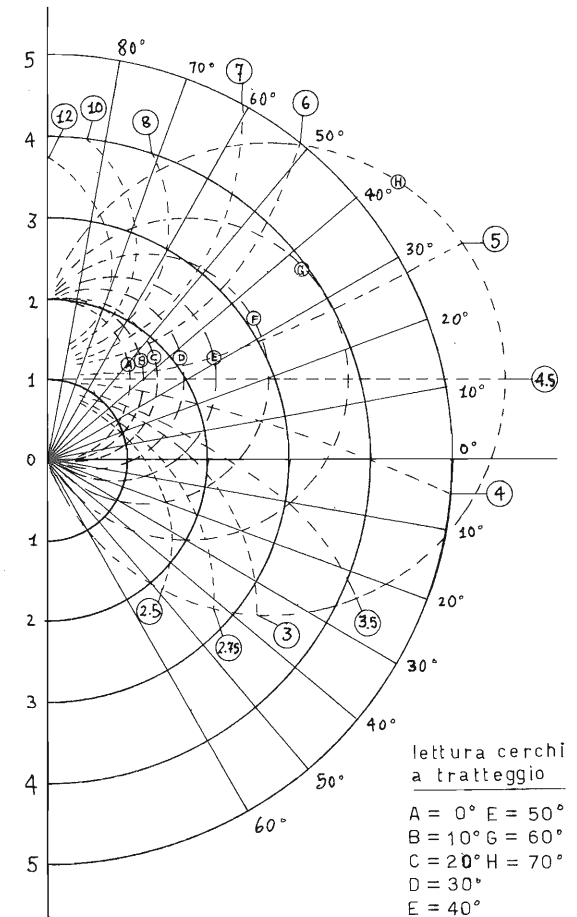

figura 3 - Grafico per il calcolo dell'impedenza di ingresso del filtro
La procedura non è però terminata; dobbiamo adesso ricavare l'impedenza d'ingresso del filtro caricato, e per questo ci serviremo del grafico di figura 3. Occorre innanzitutto introdurre Z, le linee radiali a tratto continuo servono a questo; quindi introdurre il rapporto
La lettera cerchiata corrisponde invece secondo la tabella riportata in figura 3 a Z_{in}, argomento dell'impedenza del filtro caricato.
- |Z_{in}| = da figura 3
- ∠Z_{in} = da figura 3